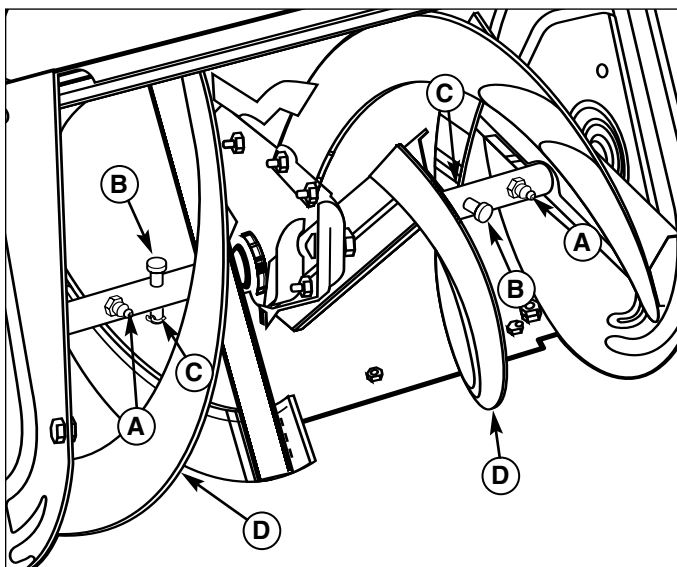

Figura 18. Lubrificazione della coclea, Lubrificazione dell'asta e del gruppo coclea
1. Togliere la coppiglia (C, Figura 18) e la spina di sicurezza (B).
2. Usare un pompa per ingrassaggio e applicare più dosi di grasso ai punti d'ingrassaggio (A).
3. Ruotare il gruppo della coclea (D) più volte per distribuire il grasso in modo uniforme. Ripetere il punto 2.
4. Rimettere a posto la spina di sicurezza (B) e la coppiglia (C).